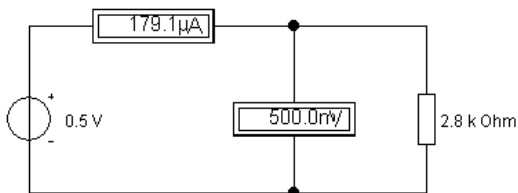

Рис. 17. Пример схемы измерения ВАХ линейного элемента
1. Для снятия ВАХ линейного элемента смоделировать схему, представленную на рис. 17, при разных значениях питающего напряжения от 0 до 0,7 В.